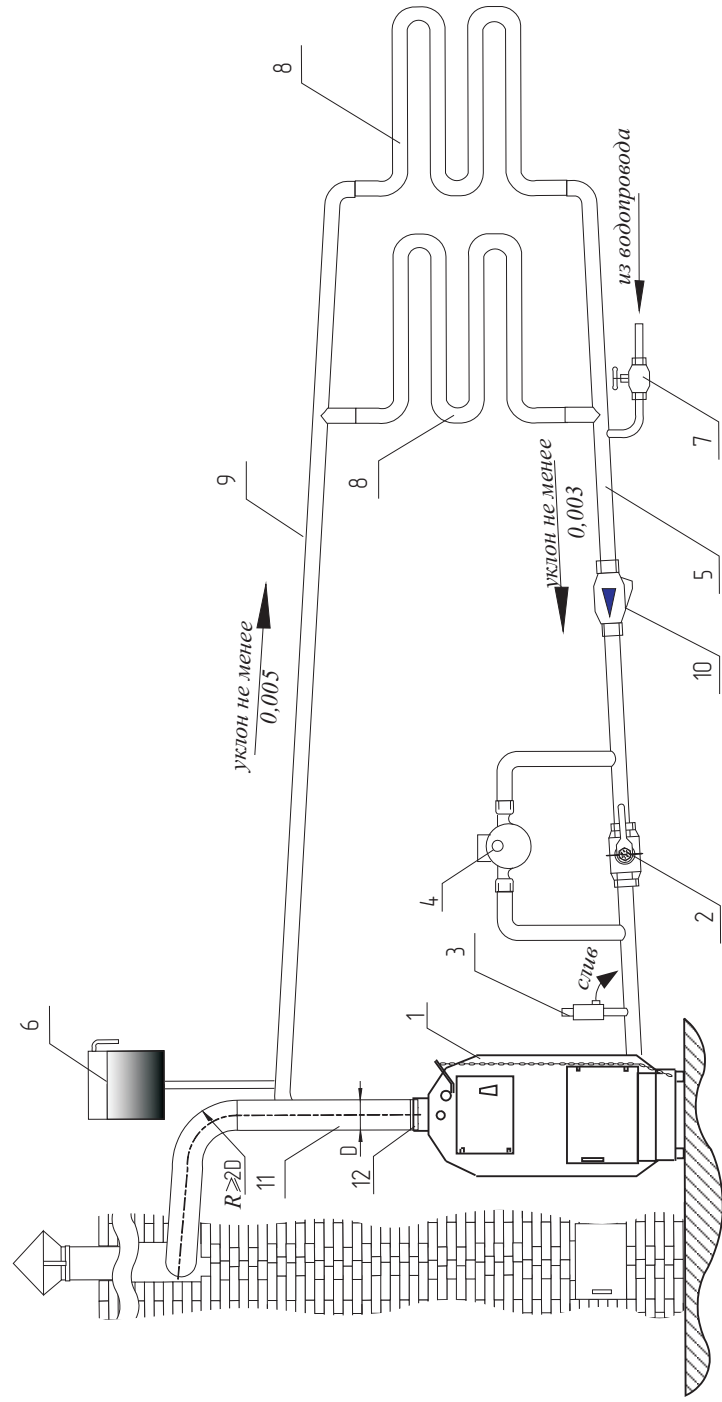

Рис.1. Рекомендуемая схема разводки трубопроводов системы отопления
- 6.6. Присоединить трубу дымоотводящего канала (поз.11 рис.1) к обечайке дымохода котла (поз.12 рис.1). Место присоединения промажьте глиняным или цементным раствором.
6.7. По своим конструктивным данным при правильно организованной системе отопления, котел может работать в условиях естественной циркуляции теплоносителя (без насоса). В случае установки котла в отдельном помещении, или выше нижней точки обратного трубопровода, монтируйте систему отопления как показано на рис.1 (с насосом).
6.8. Согласно Рис.1 установите распределитель с циркуляционным насосом (поз.4). Насос устанавливается на трубопровод, имеющий надежное заземление. Перед включением в сеть проверить состояние изоляции токоведущего кабеля, целостность и исправность переключателя скоростей.
6.10. На распределителе установлен кран ДУ-50 (поз.2 рис. 1). При работающем насосе кран должен находиться в закрытом состоянии. При отсутствии электроэнергии насос останавливается. Для перехода на естественную циркуляцию воды по отопительной системе необходимо открыть кран и выключить насос.
6.11. В верхнюю точку трубопровода отопления присоединяется расширительный бак (поз.6 рис. 1). Подбор расширительного бака необходимо вести с учетом особенностей и объема отопительной системы (этажности, количества ветвей системы и т.д.).
6.12. Для подпитки системы к трубопроводу обратной воды подвести трубопровод от водопровода холодной воды с установкой вентиля (поз.7 рис.1).
1. При присоединении дымоотводящего канала к котлу, труба (поз. 12 рис. 1) должна плотно одеваться на обечайку (поз. 13 рис. 1) дымохода котла. Допускается уплотнить щель огнестойким материалом (глина, базальтовый картон и т.п.).